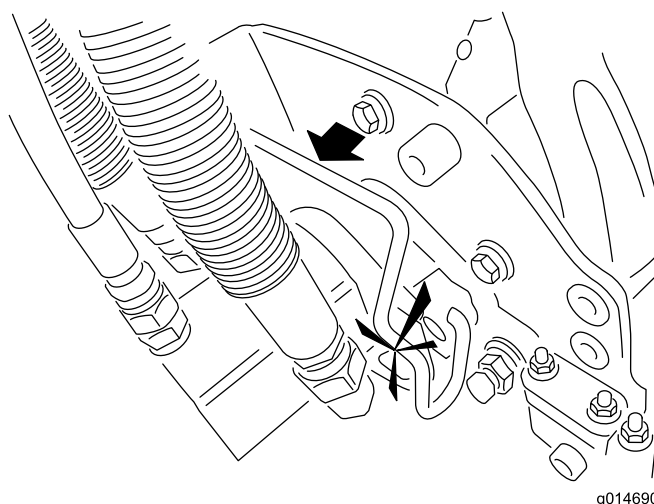

Figura 34
5. Revista o veio estriado do motor da unidade de corte com massa lubrificante limpa (Figura 34).
6. Insira o motor no lado esquerdo da unidade de corte (visto da posição do operador) e empurre a barra de retenção do motor na unidade de corte na direcção do motor até ouvir um “clique” de ambos os lados do motor (Figura 34).